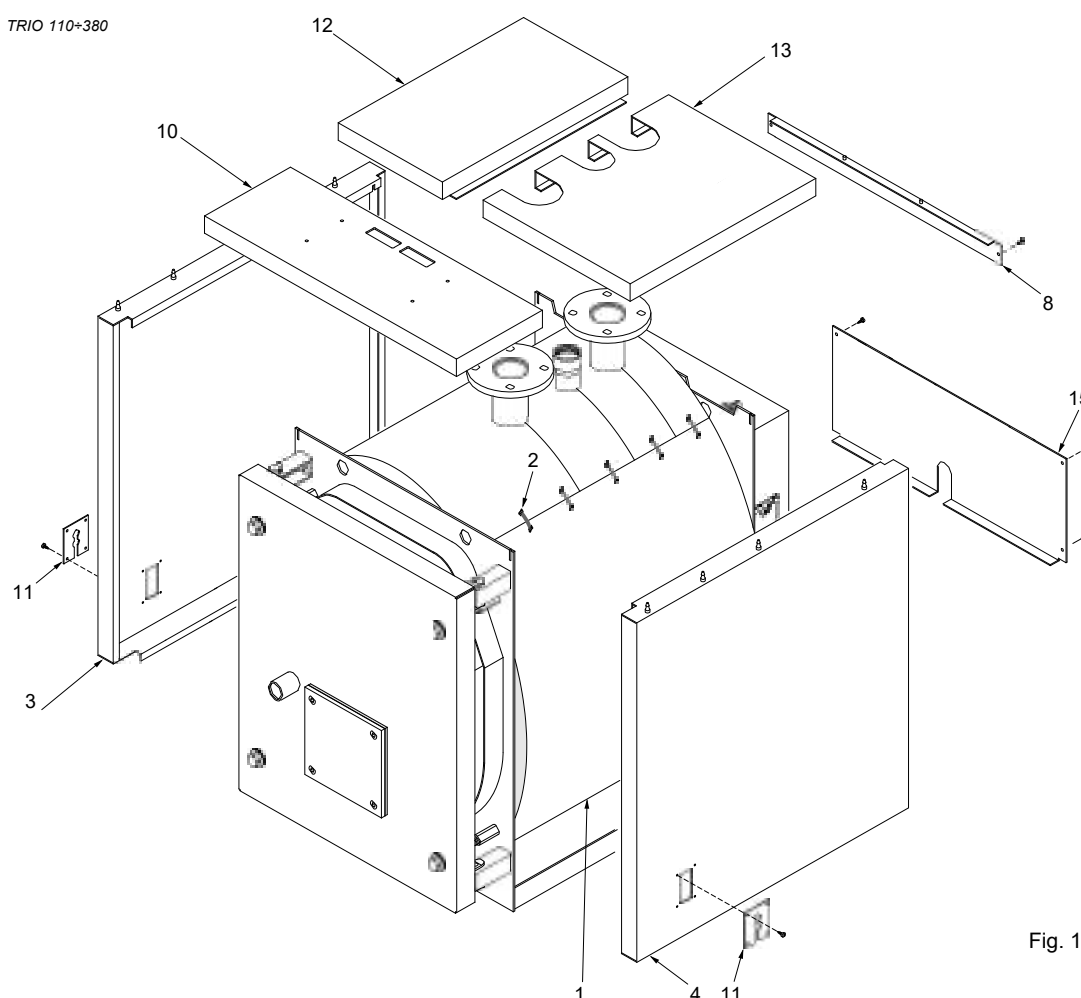

Fig. 19
- C) Skruva ur de två sidoskruvarna i kontrollpanelen, vänd kåpan framåt och dra kablar och kapillärer till termometer och termostater genom urtagen i kåpans botten. Montera kontrollpanelen på den övre frontpanelen (8). Montera den övre panelen (8), komplett med kontrollpanelen i sidoplåtarna (3 & 4).
- D) Montera termometer- och termostatbulberna i sina respektive enligt fig. 19 och anslut nätspänning, brännaren, pumpen(ar) och eventuell annan utrustning till kontrollpanelen. Stäng kontrollpanelen. För in brännarens stickkontakt genom kabelgenomföringen (9) på valfri sida och klamra kabeln med kabelklämman som medföljer. Fäst kabelgenomföringarna(9) i sidoplåtarna (3 & 4). Montera kabelklämman (pos. 12) på den bakre böjen av en sidopanel, pos. 3 eller 4.
- E) Fäst den bakre undre panelen (pos. 11) med självgående skruvar.
- F) Ta bort skyddsfolien på dataskylten och etiketten avseende ventilation (14).
(Se fig. 19 & 20 för detaljer.)